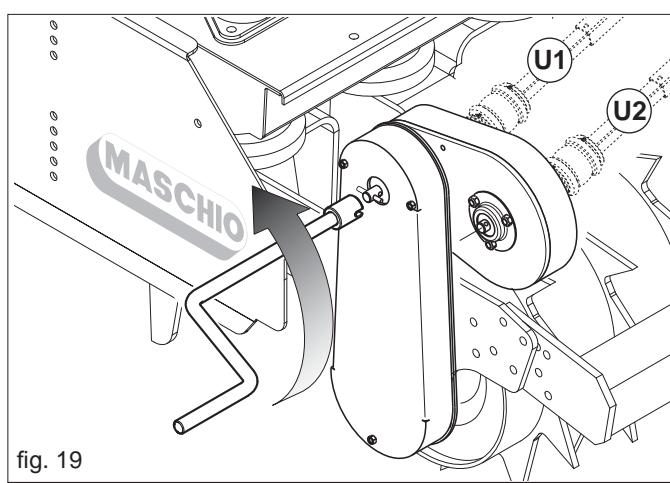

fig. 19
Pour qu'il soit possible d'obtenir une plus grande gamme de réglages des quantités distribuées par hectare (Kg/ha), une transmission composée d'un double accouplement pour l'axe de transmission (U1 et U2, Fig. 19) a été réalisée. Ce tableau indique tous les réglages préventifs à effectuer avant de commencer à semer:
- En fonction de la quantité à distribuer, accrocher le cardan de la transmission en position U1 ou U2 (voir la Figure 19).
- 2) Introduire la manivelle dans l'arbre de transmission et tourner dans le sens contraire des aiguilles d'une montre, comme indiqué par la flèche sur la Figure 19.